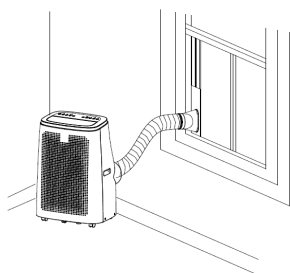
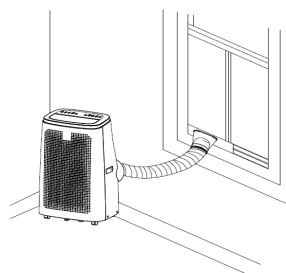

Fig.5
Fig. 6
4) Estenda o tubo de escape e encaixe a extremidade plana das vedações do tubo no orifício no conjunto da junta a placa de vedação da janela (como mostrado na Fig. 5 e Fig. 6).